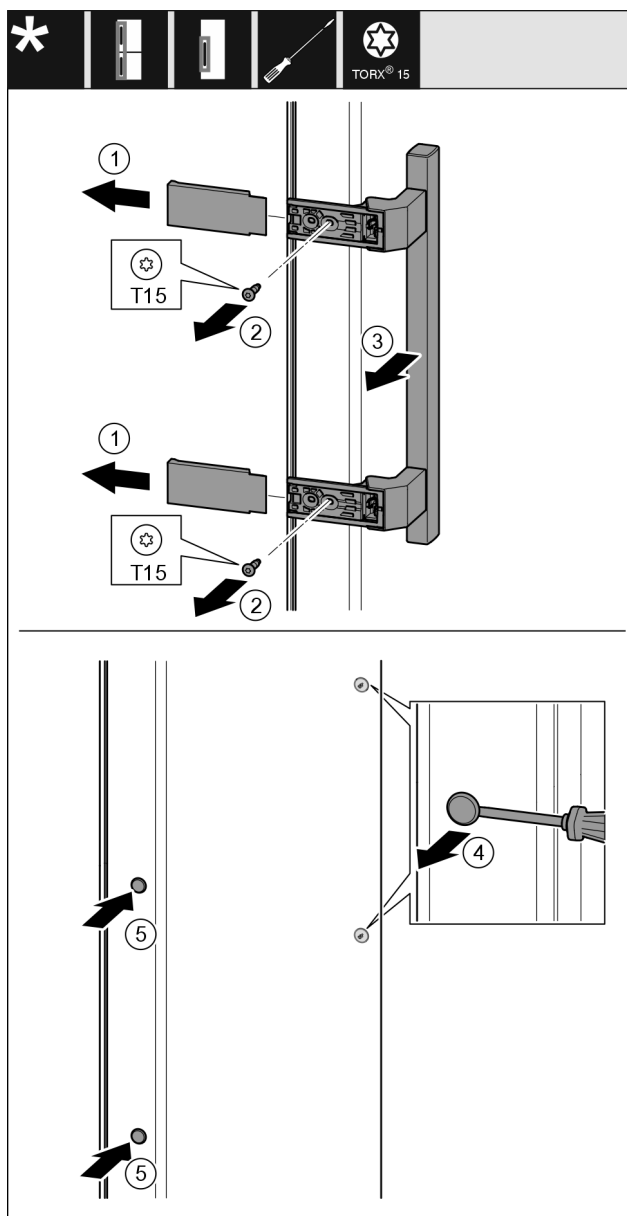

Fig. 8
- Rimuovere la copertura. Fig. 8 (1)
- Svitare le viti con un cacciavite Torx 15. Fig. 8 (2)
- Rimuovere la maniglia. Fig. 8 (3)
- Sollevare il tappo laterale con cautela con un cacciavite a taglio e estrarlo. Fig. 8 (4)
- Reinserire il tappo sull'altro lato. Fig. 8 (5)